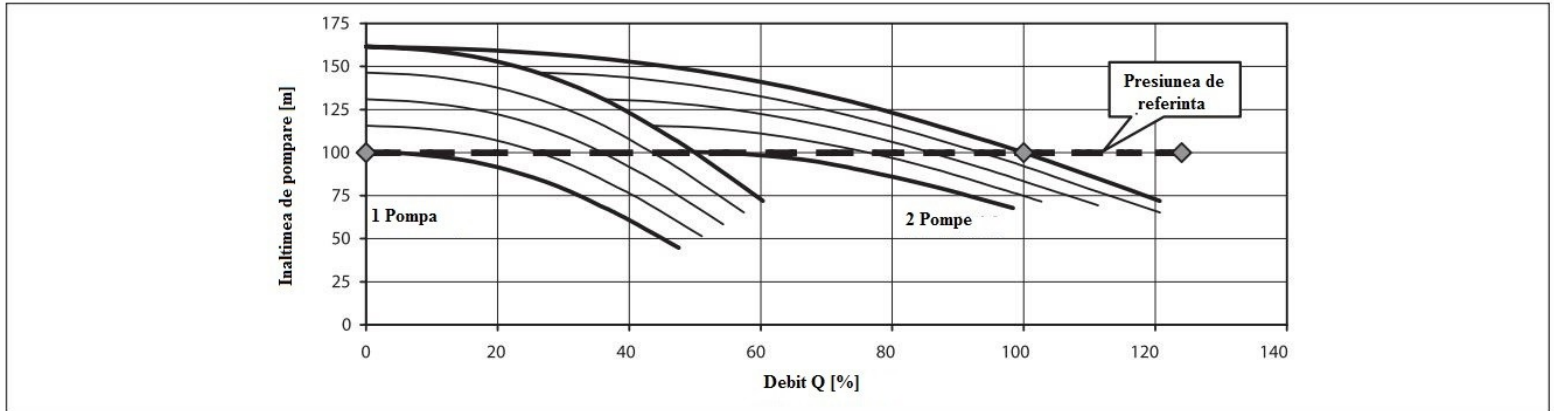

Fig. 1
-In cazul distributiei apei cu o presiune constanta (Fig. 1), unitatea de control este conectata la traductorul de presiune, care este pozitionat in teville de refulare ale unitatii, si va trimite un semnal proportional cu presiunea retelei. Scaderea presiunii in retea, urmata de o retragere a apei, cauzeaza o reducere a semnalului transmis de traductorul de presiune, care, cu ajutorul unitatii de control, va controla pornirea, cu ajutorul inverterului, primei pompe reglandu-i turatia in asa fel incat sa restabileasca presiunea de referinta/ operare.
Daca debitul pompei este mai mic decat valoarea ceruta, presiunea din retea va tinde sa scada si sistemul va reactiona prin cresterea turatiei pompei. O data ce pompa numarul 1 isi atinge valoarea maxima a turatiei, daca debitul pompei este inca scazut, unitatea de control va porni cea de-a doua pompa , care va functiona si ea tot cu turatii variabile. Cele 2 pompe vor fi puse sa-si modeleze turatia, in asa fel incat sa duca presiunea la valoarea de functionare. Frecventa de modelare este la fel pentru ambele pompe, la fel ca in Fig. 1. Cand ambele pompe functioneaza curbele sunt diferite de cele ilustrate in Fig. 1. Daca presiunea de retea ar scadea in continuare, o data ce turatia maxima a pompei 1 este atinsa din nou, unitatea de control va controla pornirea pompei numarul 3, si pe urma a pompei numarul 4. Cand exista o scadere in extragerea apei, presiunea tinde sa creasca la fel ca semnalul transmis de traductorul de presiune. Unitatea de control va reduce turatia pompelor 1, 2, 3 si 4 , pentru a restabili presiunea de referinta/ operare. Daca debitul pompei depaseste valoarea ceruta, presiunea din retea va tinde sa creasca si sistemul va reactiona prin scaderea turatiei pompelor pana cand pompa numarul 4 atinge valoarea minima de turatie. In acest moment, unitatea de control va opri pompa 4, in timp ce pompele 1, 2 si 3 isi vor modela turatiile, in asa fel incat sa aduca presiunea la valoarea de operare. La viitoare scaderi ale debitului, cu o tendinta de cresterea a presiunii retelei, o data ce valoarea minima a turatiei pentru pompa 3 este atinsa, turatiile pompelor 1 si 2 vor fi modelate. La scaderi succesive, unitatea de control va opri pompa numarul 2 si va modela turatia pompei numarul 1. Cand cererea de apa inceteaza, unitatea de control va reduce turatia pompei numarul 1, la o valoarea minima si dupa un timp prestabilit (aproximativ 1 minut), pompa se va opri.